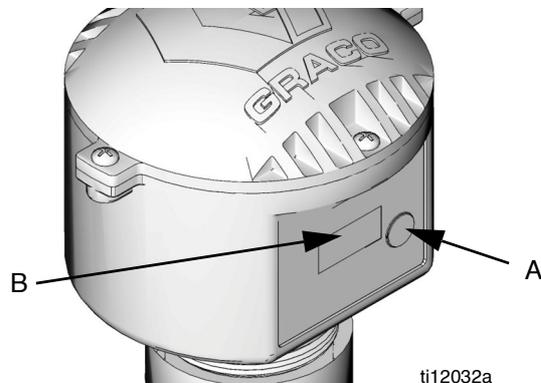

Рис. 4
2. Нажмите и удерживайте кнопку «Display» [Дисплей] (А, Рис. 4) пока на дисплее (В) не отобразится «Register Mode» [Режим регистрации].
Сообщения на дисплее в режиме регистрации см. на Рис. 4.